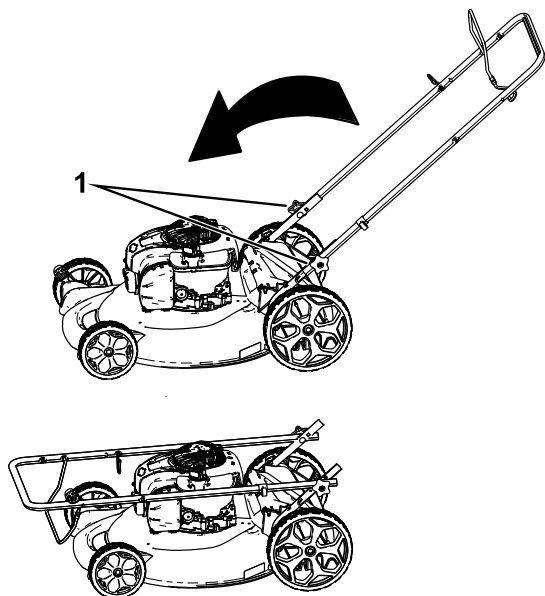

Figure 16
1. Desserrez les boutons du guidon jusqu'à ce que le guidon bouge librement (Figure 16).
1. Bouton du guidon (2)
2. Pliez le guidon en avant comme indiqué à la (Figure 16).
3. Tournez le bouchon dans le sens antihoraire et sortez la jauge (Figure 16).
10. Vérifiez le niveau d'huile indiqué par la jauge (Figure 16).